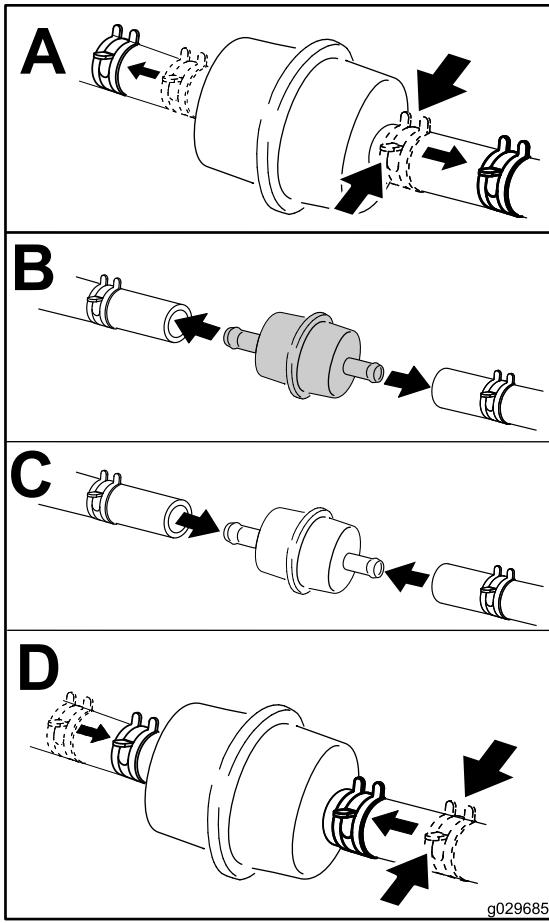

Figura 68
4. Cambie el filtro de combustible (Figura 68).